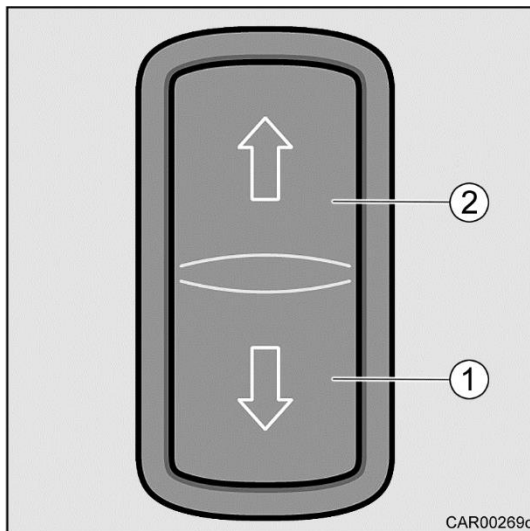
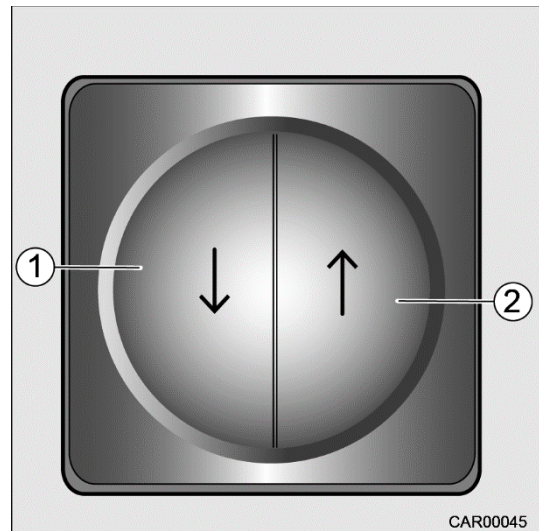
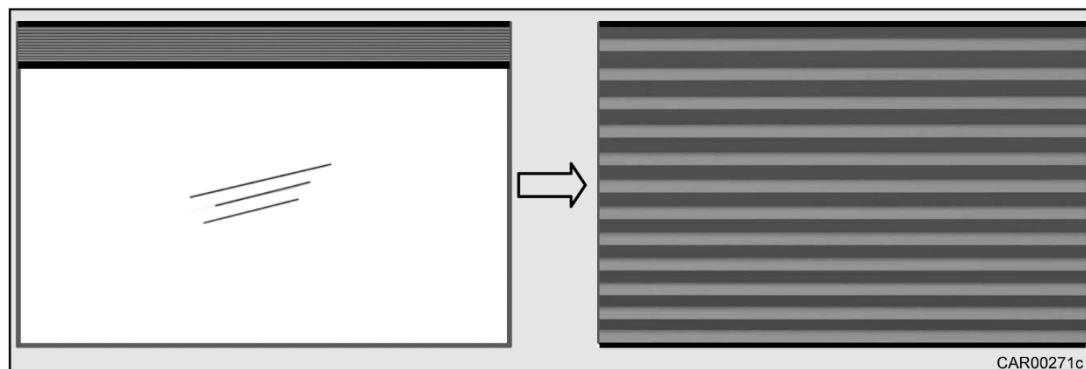
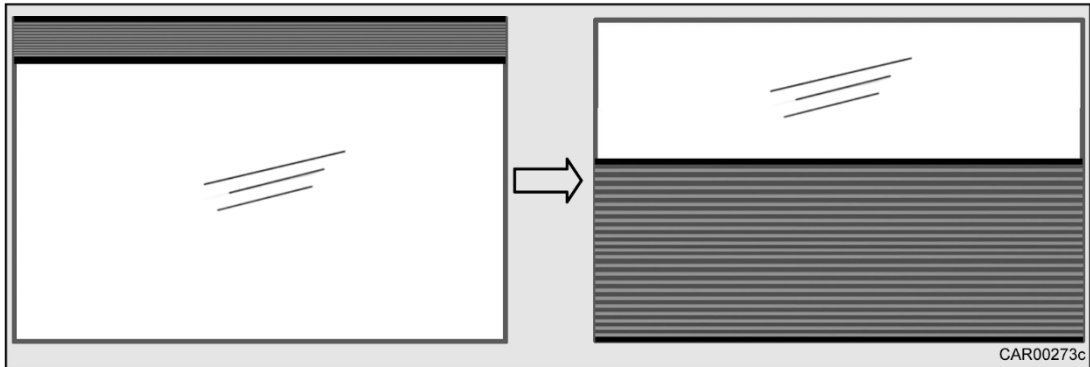

Fig. 86 Bouton de commande sur le tableau de bord
Fig. 87 Bouton de commande sur le tableau technique
Fig. 88 Fermer
Fig. 90 Position privacy (protection visuelle, intimité)
Un bouton de commande du store plissé avant électrique se trouve sur le tableau de bord (Fig. 86) ainsi que sur le tableau technique au-dessus de la porte de cellule (Fig. 87).
1. Appuyer **brèvement une fois** sur la touche (↓) (Fig. 86/1 ou Fig. 87/1). Le store plissé avant descend complètement.
- Une deuxième brève pression sur le bouton (↓) (Fig. 86/1 ou Fig. 87/1) permet de passer en position privacy (Fig. 90).
1. Appuyer **brèvement une fois** sur la touche (↑) (Fig. 86/2 ou Fig. 87/2). Le store plissé avant remonte complètement.
1. Appuyer **brèvement deux fois** sur la touche (↓) (Fig. 86/1 ou Fig. 87/1). Le store plissé avant se déplace en position privacy.
- Une brève pression sur le bouton (↑) (Fig. 86/2 ou Fig. 87/2) permet de passer en position privacy (Fig. 88).
1. Appuyer **brèvement une fois** sur la touche (↓) (Fig. 86/1 ou Fig. 87/1). Le store plissé avant se déplace en position pare-soleil.
Appuyer ensuite sur le bouton correspondant (↑ / ↓) sur le bouton de commande (Fig. 86 ou Fig. 87) et le maintenir enfoncé jusqu'à ce que la hauteur souhaitée soit atteinte.